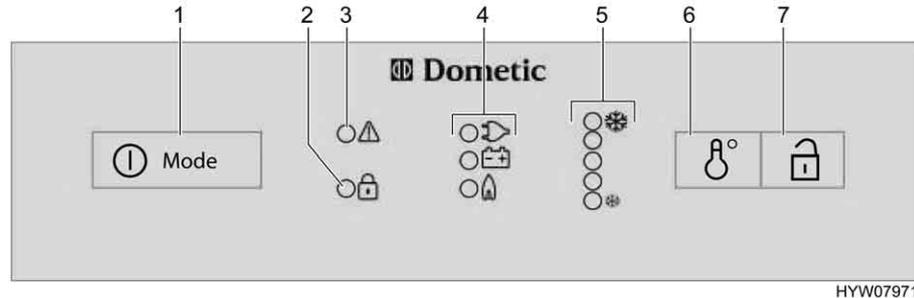

Fig. 209 Elementos de mando para el frigorífico (Dometic de la serie 8 con SMSE)
- Pulsar el conector/selector de energía (Fig. 209,1) 2 segundos para conectar el aparato. Se ilumina el LED del último modo de funcionamiento seleccionado.
- Si fuera necesario, pulsar el conector/selector de energía (Fig. 209,1) varias veces brevemente hasta que se ilumine el piloto gas "🔥". El suministro de gas está abierto. El encendido se realiza automáticamente. Se oye un sonido de tic-tac hasta que el proceso de encendido se haya llevado a cabo con éxito.
- Ajustar la temperatura de refrigeración con el conmutador para el ajuste de la temperatura (Fig. 209,6).
- Si fuera necesario, pulsar el conector/selector de energía (Fig. 209,1) varias veces brevemente hasta que se ilumine el piloto 230 V "⚡".
- Si fuera necesario, pulsar el conector/selector de energía (Fig. 209,1) varias veces brevemente hasta que se ilumine el piloto 12 V "⊕".